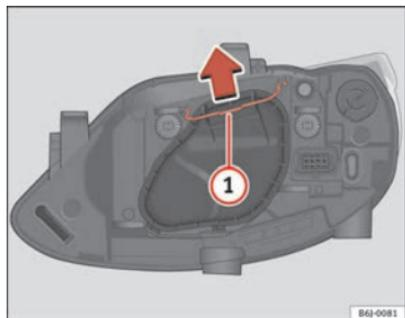

Abb. 142 Abblend- / Fernlicht bei Einfachscheinwerfer
- Verschieben Sie die Strebe ⇒ Abb. 142 (1) in Pfeilrichtung und nehmen Sie den Deckel ab.
- Verschieben Sie die Strebe ⇒ Abb. 142 (1) in Pfeilrichtung und nehmen Sie den Deckel ab. ▶